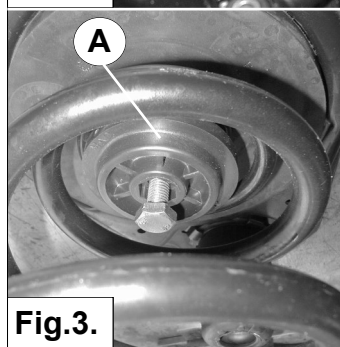

Fig.3.
5. Montieren Sie die gummi Scheibe zurück in die obere Platte. Stellen Sie die Hauptfeder hierauf und montieren Sie den obere Federteller A (das ist der Federteller mit dem großen Durchmesser) mit dem mitgelieferte Bolzen, Muttern und Ringe auf den obere Platte. Sehe fig. 3 und 4. Die Hauptfeder ist geklemmt zwischen die obere Platte 1 und den Federteller A.
5. Remplacez la rondelle en caoutchouc sur la plaque supérieure. Placez-y le ressort principal et montez ensuite la coupelle supérieure A (la coupelle présentant le plus grand diamètre) au moyen du boulon, de l'écrou et de la rondelle joints, sur la plaque supérieure. Voir fig. 3 et 4. Le ressort principal est à présent maintenu entre la plaque supérieure 1 et la coupelle A.